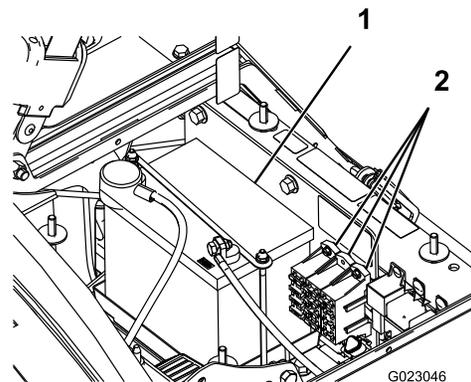

図 48
全部で2本のヒューズブロックを使用し、1本の未使用スロットがあります。ヒューズは運転席下に取り付けてあります 図 48。
2. バッテリーは、機体右側、ポンプの後ろにある 図 48。
5. バッテリーリテーナと固定金具を外す 図 48。
2. バッテリー押さえを元通りに取り付ける 図 48。
4. バッテリーカバーを元どおりに取り付けノブで固定する 図 48。
1. バッテリーボックスのノブ 図 48をゆるめ、カバーを外す。